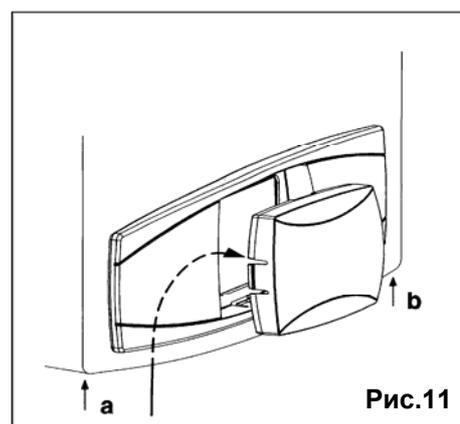

Рис.11
1. Отвинтить два винта (а - б рис.11), которые фиксируют корпус котла;
2. Приподнять слегка корпус и рукой выдавить наружу крышку передней панели (рис.11);
6. Закрыть корпус котла, завинтить два винта, которые его фиксируют (рис.11).
1. Отвинтить два винта (**a - b** рис.11), которые фиксируют корпус котла;